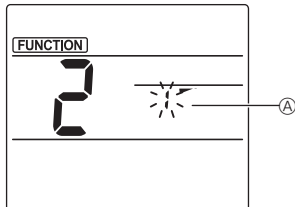

Fig. 3-2
- 2 Seleccione el número de deflector (Fig. 3-2) Pulse los botones **[A]** para seleccionar el número de deflector **A** y, a continuación, pulse el botón **[SET]**.